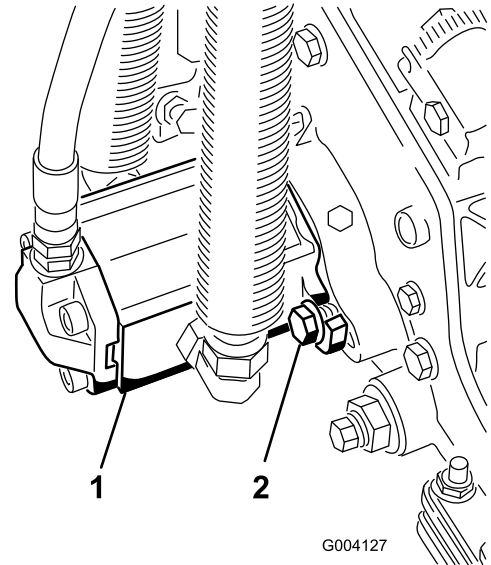

図 32
3. モータを手を持ち、右回りにひねってモータのフランジをボルトから逃がしながら、キャップスクリュにモータをセットする(図 32)。